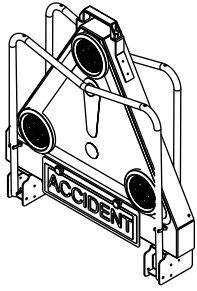

Figure 3. Position au sol
- Positionner la base du triangle sur le sol (Figure 3.)